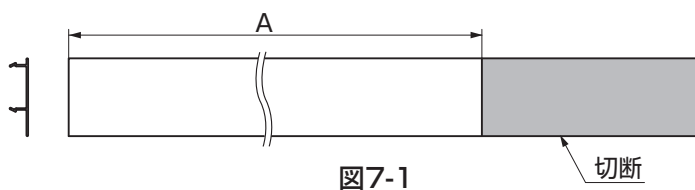

図7-1
- ①垂木フタを切断加工してください。(図7-1、表7-1参照)